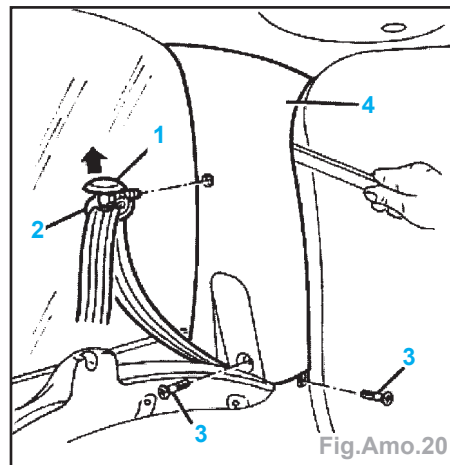

Fig.Amo.20
- Déboîter le garniture (1) (Fig.Amo.20).
- Déposer la vis (2) et enlever le renvoi.
- Déposer les vis (3).
- Déboîter le revêtement (4).
- Débrancher le connecteur (2).
- Récupérer l'avertisseur (3).
- Serrer la vis (2) à 4 daN.m (Fig.Amo.20).